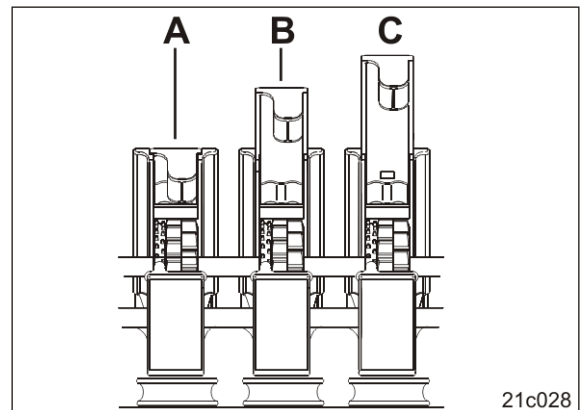

Fig. 143
2. Die Schließchieber (Fig. 143) auf den Tabellenwert (siehe Seite 64) stellen.
Die Schließchieber (Fig. 143) rasten in einer der drei Positionen ein: